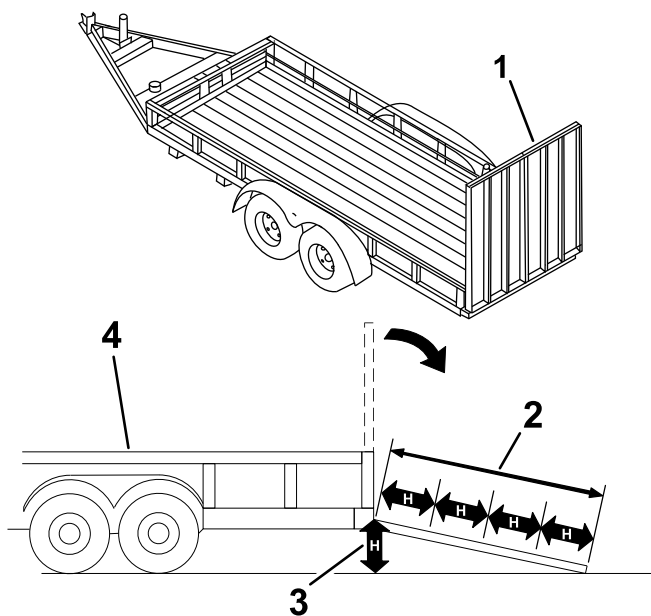

Figure 28
Le chargement de la machine sur une remorque ou un camion augmente le risque de basculement et donc de blessures graves ou mortelles (**Figure 28**).
3. Abaissez la rampe (**Figure 28**).